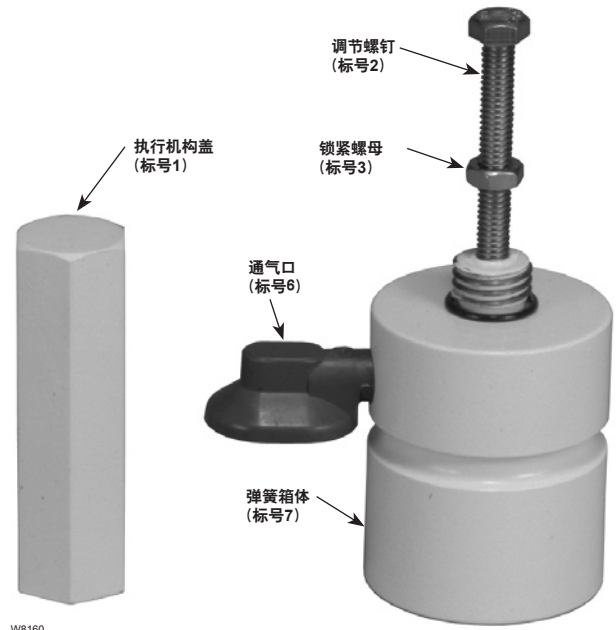

图5. 弹簧箱体、调节螺杆与执行机构盖
1. 从弹簧箱体(标号7)的顶部松开和拆下执行机构盖(标号1)。参见图5。